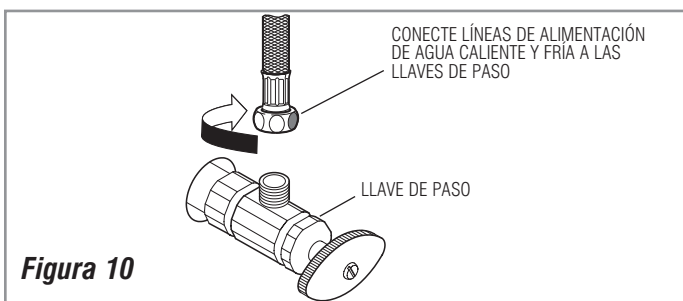

Figura 10
Paso 8 — Conecte Líneas de Alimentación de Agua (Figura 10)